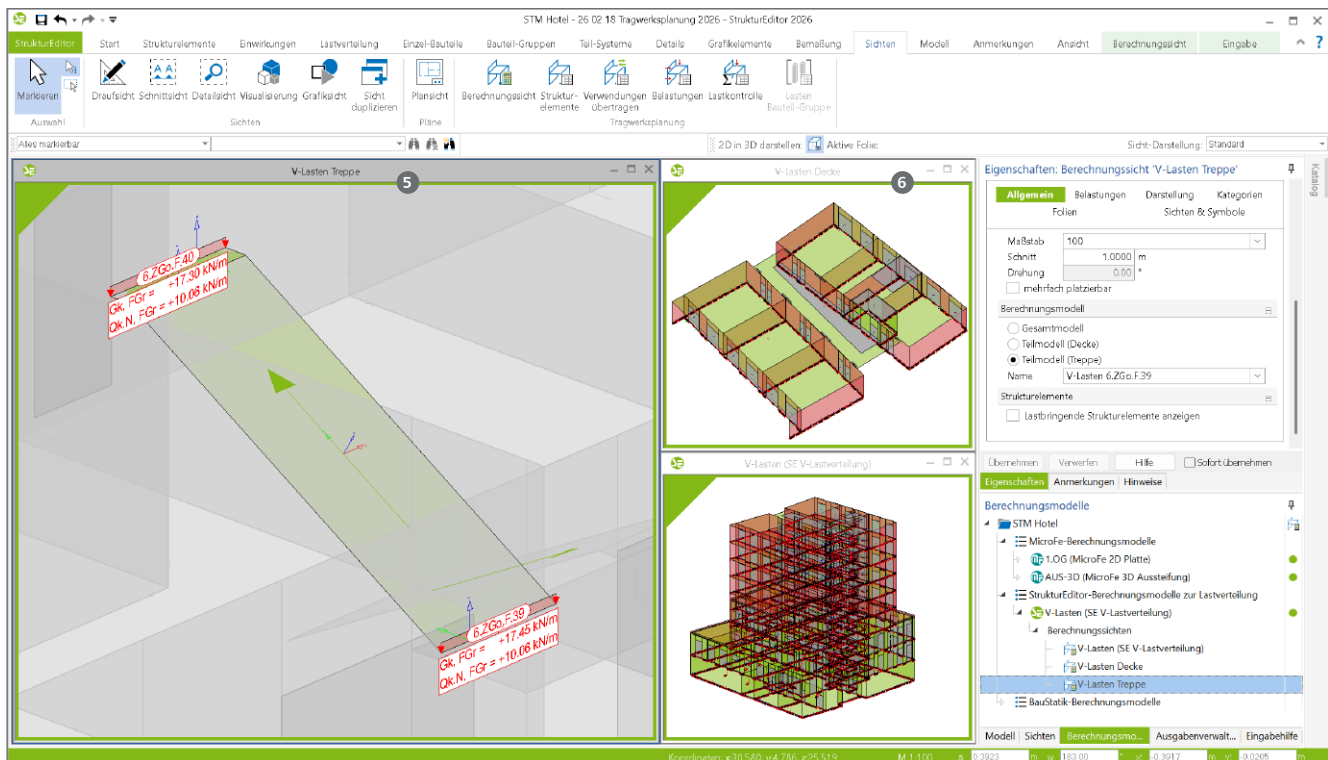

Bild 2. Arbeiten mit mehreren Berechnungssichten für ein Berechnungsmodell zur vertikalen Lastverteilung
In Bild 2 werden drei Berechnungssichten auf das Berechnungsmodell für die vertikale Lastverteilung angezeigt. Die Berechnungssicht links zeigt das Teilmodell zur Ermittlung der Lagerreaktionen der Treppe „F.39“ ⑤. Rechts ist die Teilmenge der Decke zu sehen, die durch die Treppe „F.39“ ⑥ belastet wird. Die Arbeit mit mehreren Berechnungssichten ist besonders bei komplexen Berechnungsmodellen empfehlenswert. Denn wie hier, beim vertikalen Lastabtrag, kann mit jeder Berechnungssicht der Fokus auf unterschiedliche Schwerpunkte, z.B. Geschosse gelegt werden.